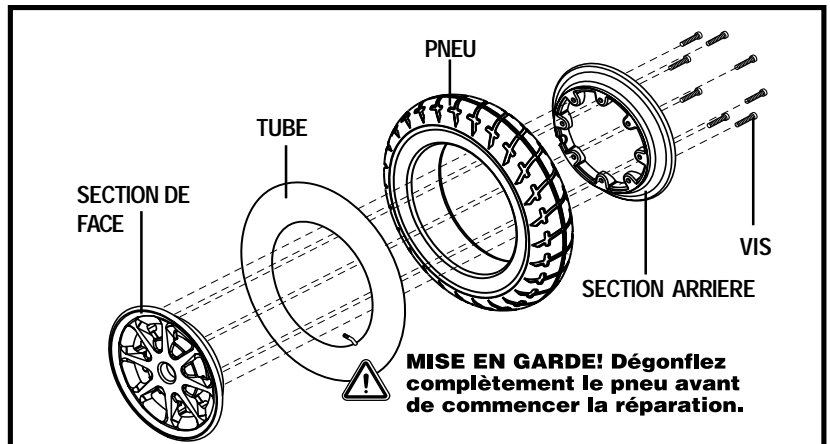

Figure 27. Roue Motrice Démontée
6. Retirez les vis qui retiennent les deux sections de jantes ensemble. Voir la figure 27.